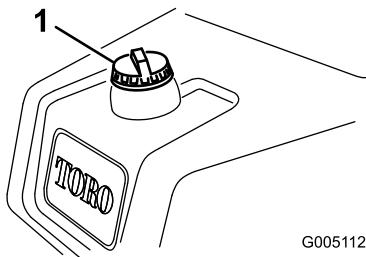

Bild 19
- Reinigen Sie den Bereich um den Tankdeckel herum und nehmen Sie den Deckel ab (Bild 19).